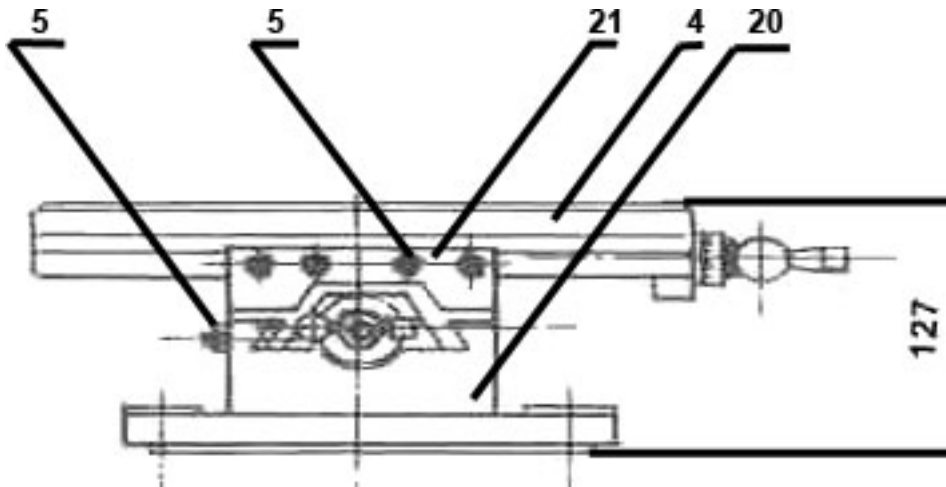

Abbildung 1
- Sie können die horizontale Lage des Tisches sichern, indem Sie die 4 Schrauben (4) fest anziehen. Die Schrauben befinden sich auf dem oberen Schlitten (3). (siehe Abbildung 1 & 2).
- Die vertikale Lage des Tisches können Sie sichern, indem Sie die 4 Schrauben (5) auf dem Grundgestell (20) und dem Schlitten (21) fest anziehen (siehe Abbildung 1 & 2).